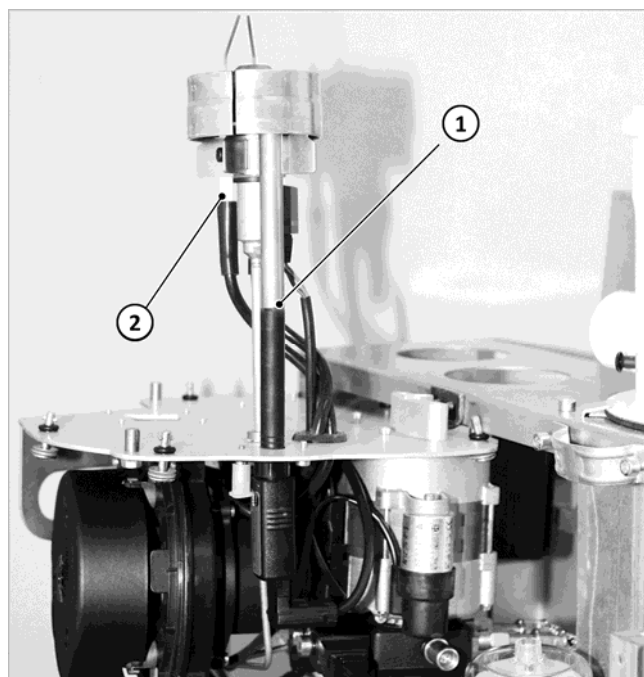

Abb. 32: Brenner an Konsole einhängen
1. Sichthülse abziehen, siehe → Abb. 32 (1)).